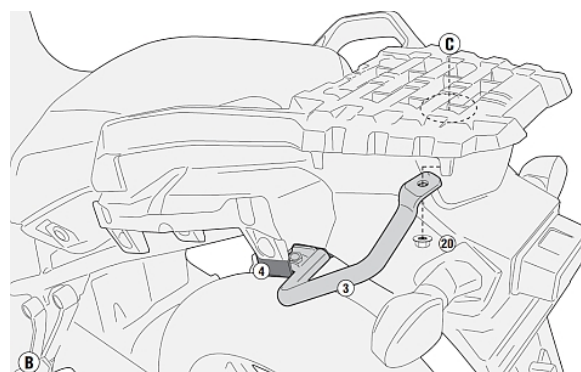

図 2
5. 手順 3～4 で仮置きした⑭⑮スペーサーの上に①サポート（左右）を仮置きし、その上に⑯スペーサー（4 ヶ）を仮置きし、組み付け向きに注意しながら、前側は⑧六角穴付き皿ボルト（2 ヶ）を使用して、後側は⑨六角穴付き皿ボルト（2 ヶ）と⑳フランジ付きナイロンロックナット（2 ヶ）を使用して、②サポート（左右）を車体に仮組みします。（図 2、3 参照）